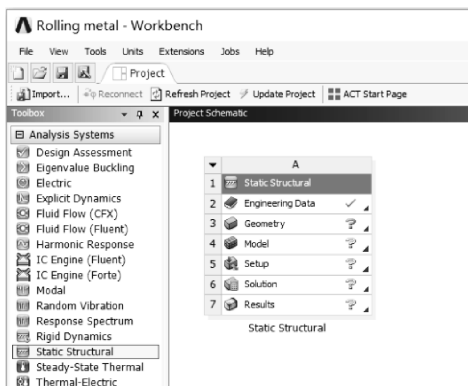

图 2-47 创建结构静力分析
(1) 在工具箱【Toolbox】的【Analysis Systems】中双击或拖动结构静力分析【Static Structural】到项目分析流程图，如图 2-47 所示。